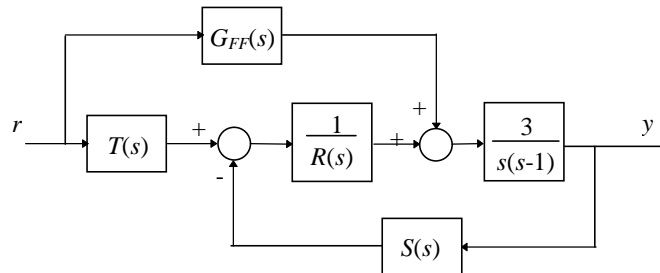

Figura 14
**Ejercicio 6. 1. Feedforward. Tracking perfecto de una  $r(t)$  cuya forma de onda es conocida (continua y derivable).** El sistema ahora considerado es el de la Figura 14